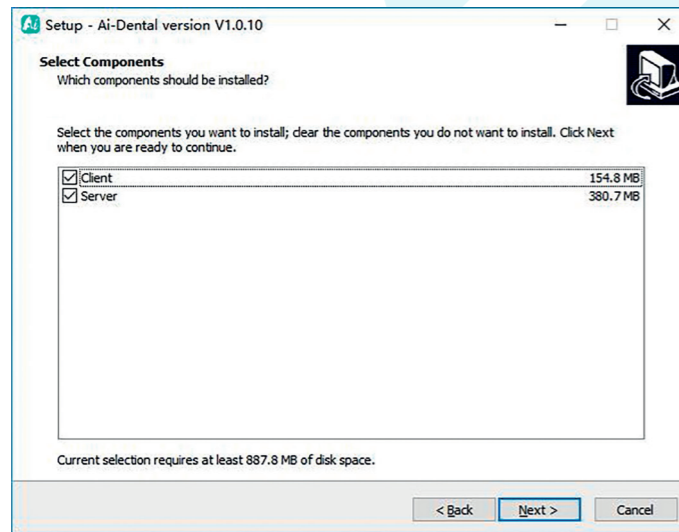

Figure 6
4.1.5 Sélectionner les composants. L'utilisateur sélectionne le composant correspondant selon ses besoins, puis clique sur le bouton « Suivant », comme le montre la figure 6 :